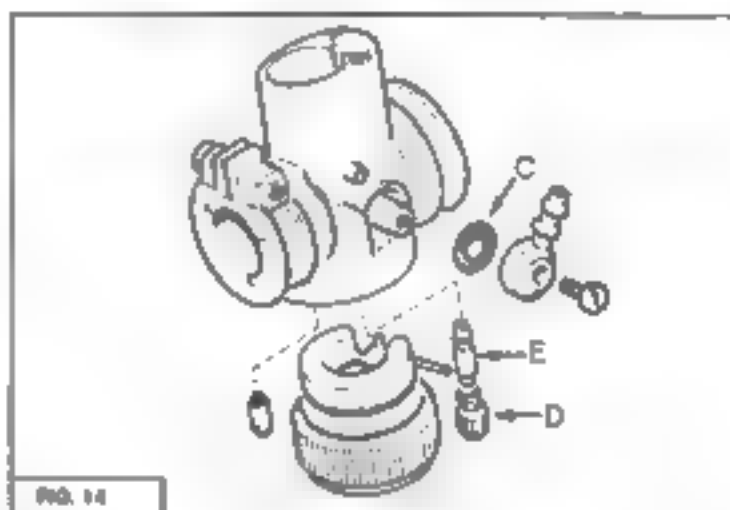
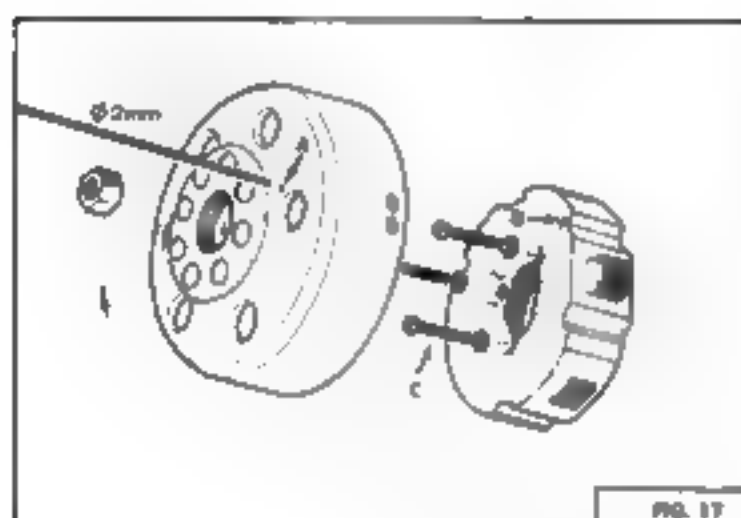

FIG. 14
FIG. 16
- Nettoyer le tamis du filtre à essence du carburateur C Fig. 14
- Nettoyer le gicleur D Fig. 14 et le diffuseur E Fig. 16 (ne pas utiliser d'objet métallique)
Ce réglage peut être également effectué au moyen de la vis tendeur C Fig. 16 après avoir desserré le contre-écrou D
Son réglage s'effectue avec la vis de ralenti E Fig. 16. En vissant on accélère le régime moteur. Ce réglage s'effectue moteur chaud et doit être d'environ 1200 t/min
Son réglage s'effectue avec la vis de richesse F Fig. 16 le moteur étant chaud. Son préréglage est de 2 tours environ de dévissage (après avoir vissé complètement cette vis sans le bloquer). Le bon réglage est obtenu en vissant ou dévissant autour de la position de préréglage de façon à obtenir le régime le plus élevé.